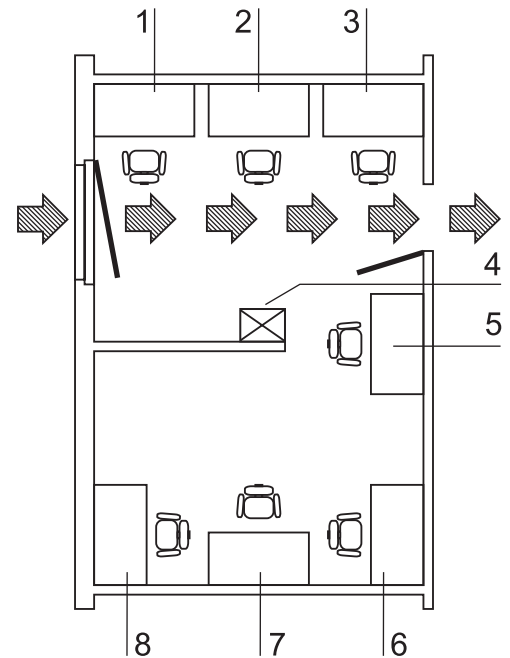

Abb. 1
**Abb. 1:** Die Abbildung zeigt beispielhaft, wie eine betriebsgerechte Anordnung der Sicherheitswerkbank im Raum aussehen kann und welche Aufstellungsweise nicht den Sicherheitsanforderungen entspricht.